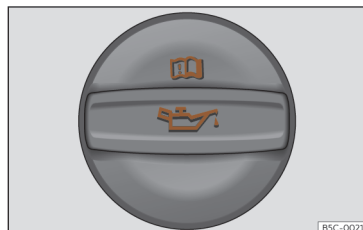

**Fig. 233** Tampa do bocal de enchimento do óleo do motor no compartimento do motor.
- Localize o bocal de enchimento do óleo do motor. Reconhece-se pelo símbolo  que existe sobre a tampa >>> **Fig. 233.**
- Desenrosque a tampa do bocal de enchimento do óleo do motor >>> **Fig. 233.**